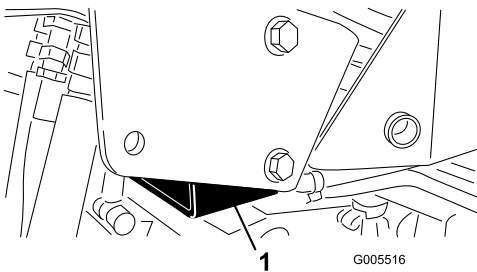

Bild 26
- Rechte Seite: Unter dem Steckpolster und neben der Stützhalterung des Überrollschutzes (Bild 26)